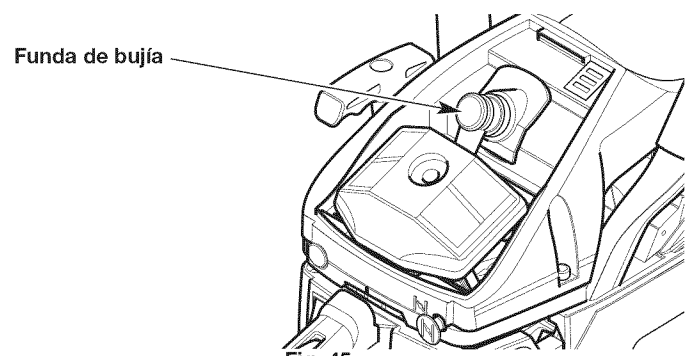

Fig. 45
4. Agarre firmemente la pipa (capucha) y sáquela de la bujía (Fig. 45).